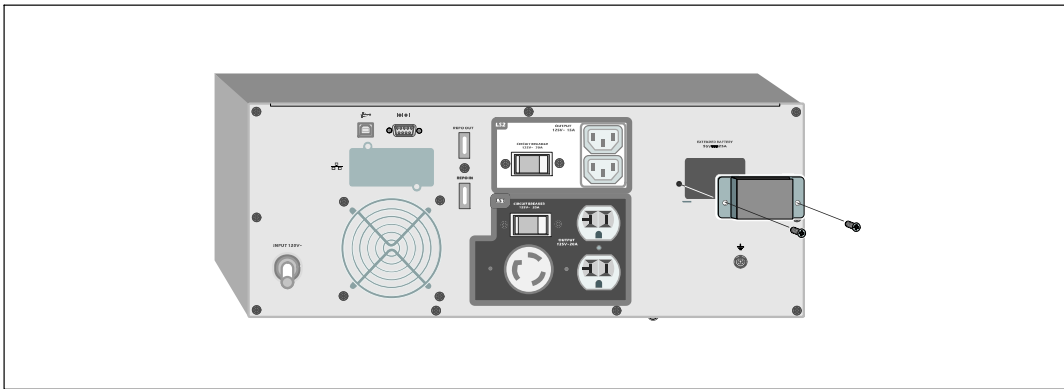

Abbildung 15. Entfernen der Batterieanschlussabdeckung
- 1 Entfernen Sie die Batterieanschlussabdeckung von der rückseitigen Anschlussleiste, wie in Abbildung 15 dargestellt. Bewahren Sie die Abdeckung und Schrauben auf.